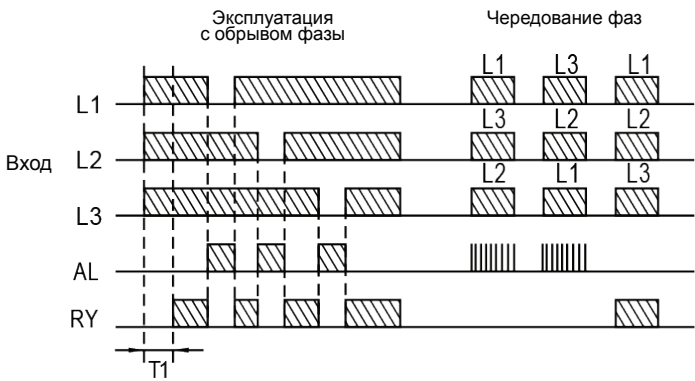

Рис. 4. Схема эксплуатационной последовательности
8. Временная последовательность рабочего режима показана на рис. 4